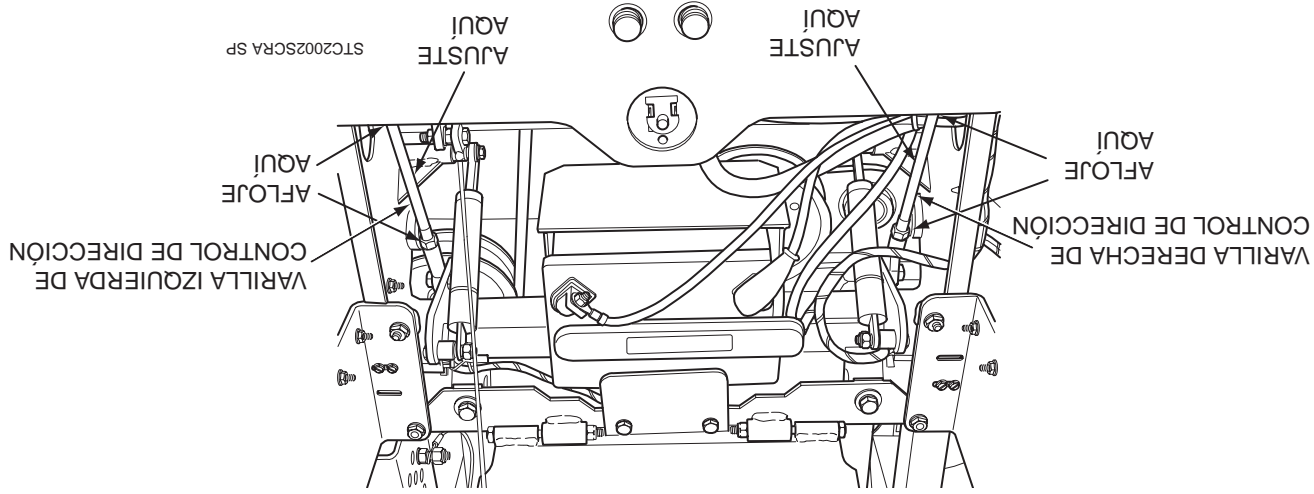

Figura 6-3. Ajuste de varillas de control de dirección
Aflóje las tuercas de bloqueo que aseguran las juntas de rótula en cada extremo de la varilla de control de dirección del lado izquierdo. Gire la varilla de control para acortar la varilla y apriete las tuercas de bloqueo. Esto causará que la varilla de control golpee menos la bomba del lado izquierdo, disminuyendo la velocidad de la rueda de dicho lado. (Vea la Figura 6-3, página 24).
Aflóje las tuercas de bloqueo que aseguran las juntas de rótula en cada extremo de la varilla de control de dirección del lado derecho. Gire la varilla de control para acortar la varilla y apriete las tuercas de bloqueo. Esto causará que la varilla de control golpee menos la bomba del lado derecho, disminuyendo la velocidad de la rueda del lado derecho. (Vea la Figura 6-3, página 24).
4. Ajuste la rueda izquierda aflojando las contratueras en la varilla de control de dirección y gire la varilla hasta que la rueda motriz gire hacia adelante. Gire la varilla en sentido contrario hasta que la rueda motriz deje de moverse. Gire la varilla 1/2 vuelta adicional hacia atrás. (Vea la Figura 6-3).